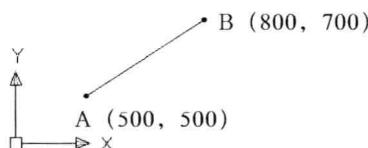

图 3-1-2
- (1) 单击“直线”按钮／，命令行提示“指定第一点”。
- (2) 在命令行中输入起点坐标“500, 500”，按 Enter 键，创建直线的起点。
- (3) 命令行提示“指定下一点或 [放弃 (U)]”，输入终点坐标“800, 700”，按 Enter 键，创建直线的终点。
- (4) 按 Enter 键，结束直线操作，直线如图 3-1-2 所示。